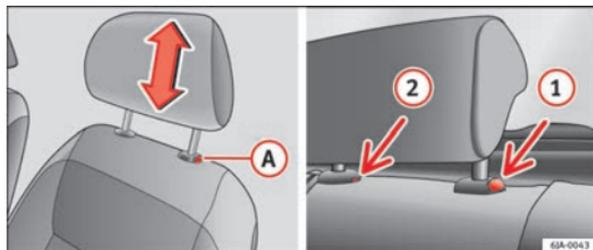

Fig. 72 Apoyacabezas: ajuste / desmontaje del apoyacabezas
- Para bajar el apoyacabezas, mantenga presionada con una mano la tecla **A** ⇒ fig. 72 y empuje con la otra mano hacia abajo.
- Pulse el seguro **A** ⇒ fig. 72 y extraiga el apoyacabezas.
- Pulse el seguro **1** ⇒ fig. 72, pulsando a la vez con un destornillador plano de 5mm de anchura max. el seguro en el orificio **2** y retire el apoyacabezas.